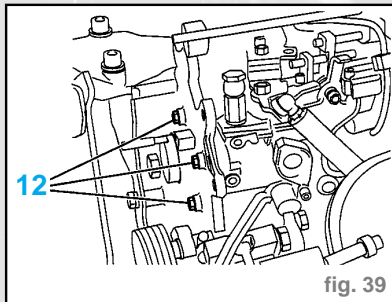

fig. 39
- le câble d'accélérateur (9)
- le câble de ralenti accéléré (10)
- Déposer les tuyauteries d'injection (11).
- les 3 vis de fixation (12) (fig. 39)